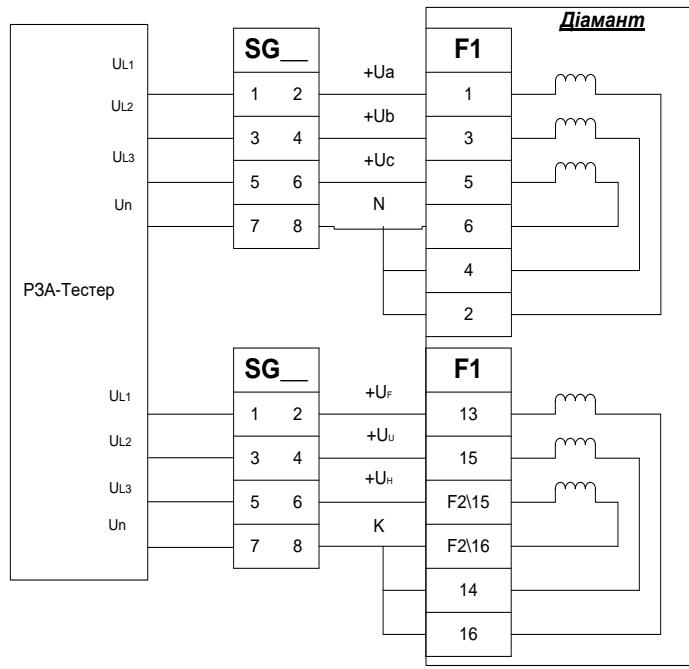

Рис. 7.8 – Подключение аналоговых входов к Діамант
- собрать схему в соответствии с Рис.7.8.